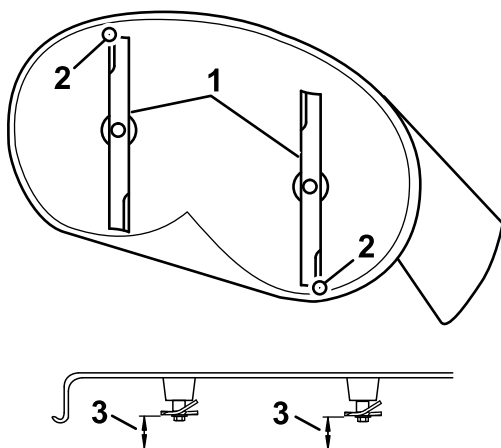

Figura 69
4. Rotii cu atenție lamele astfel încât să fie orientate din faă spre spate (Figura 69).
5. Măsurai între vârful lamei din faă i suprafața plană i între vârful lamei din spate i suprafața plană (Figura 69).